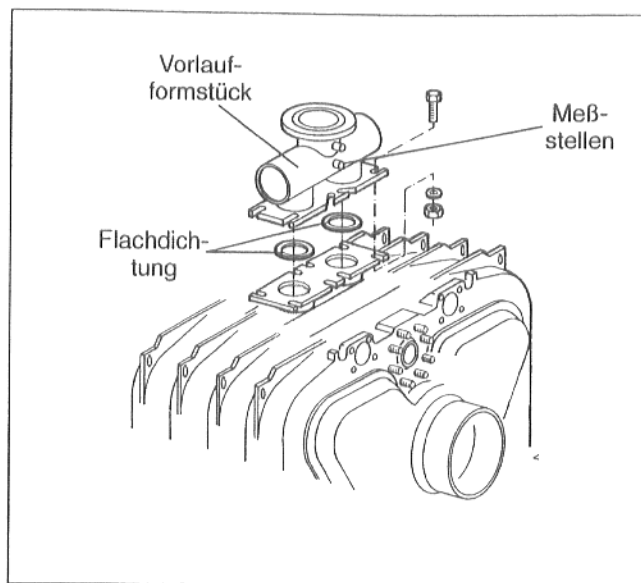

Abb. 19
- 2 Flachdichtungen auf den Flansch am Mittelglied mit oberem Vorlaufabgang auflegen und das Vorlaufformstück mit den Meßstellen nach vorne oder hinten entsprechend Abb. 19 anschrauben.
- Tauchhülse 3/4" (150 mm lang) unten in das Vorlaufformstück eindichten (Abb. 19).